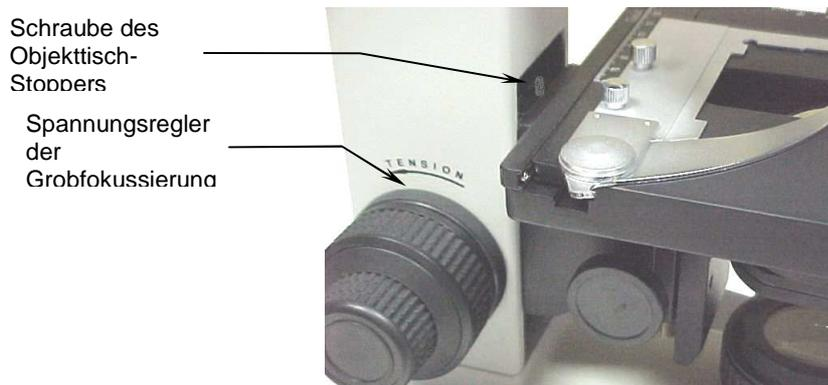

Abb. 8
Der Spannungsregler (Abb. 8) befindet sich zwischen Grobfokussierknopfs (16) und Arm (15). Der Grobfokussierknopf ist vom Hersteller vorjustiert worden. Am idealen Spannungspunkt lässt sich der Grobfokussierknopf sehr leicht drehen, ohne dass sich dabei der Objektisch (8) selbstständig nach unten bewegt.
- a. Lösen Sie die Schraube des Objektisch-Stoppers (Abb. 8) mit einem 2 mm Inbusschlüssel.
- b. Fokussieren nur mit dem Feinfokussierknopf (5) auf die Probe, zuerst mit dem 4x Objektiv und dann mit dem 10x Objektiv.